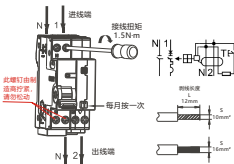

图5 NB5NELE-40S接线方式
5.4 适用于铜导线连接，导线选择见表2，接线方式及剥线长度示意如下图5